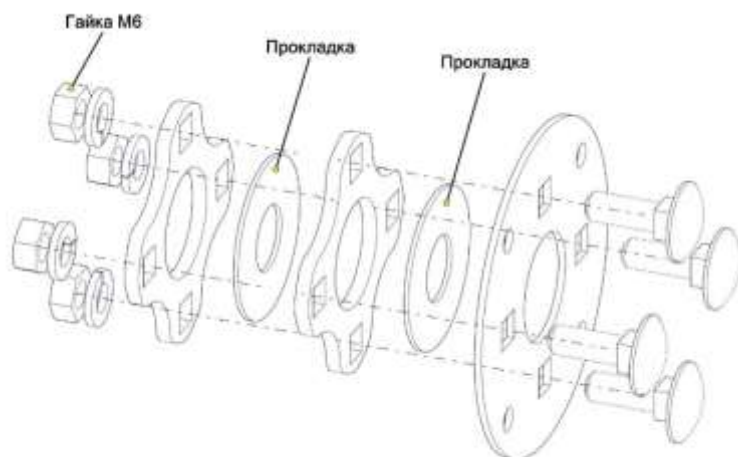

Рис. 40 – Замена прокладок сальника
6. Разобрать сальник, открутив 4 гайки М6 (рис.40);
7. Заменить две прокладки из листового фторопласта толщиной 1 мм (рис.40)
Замену воздушного фильтра проводить в следующем порядке (рис. 40):